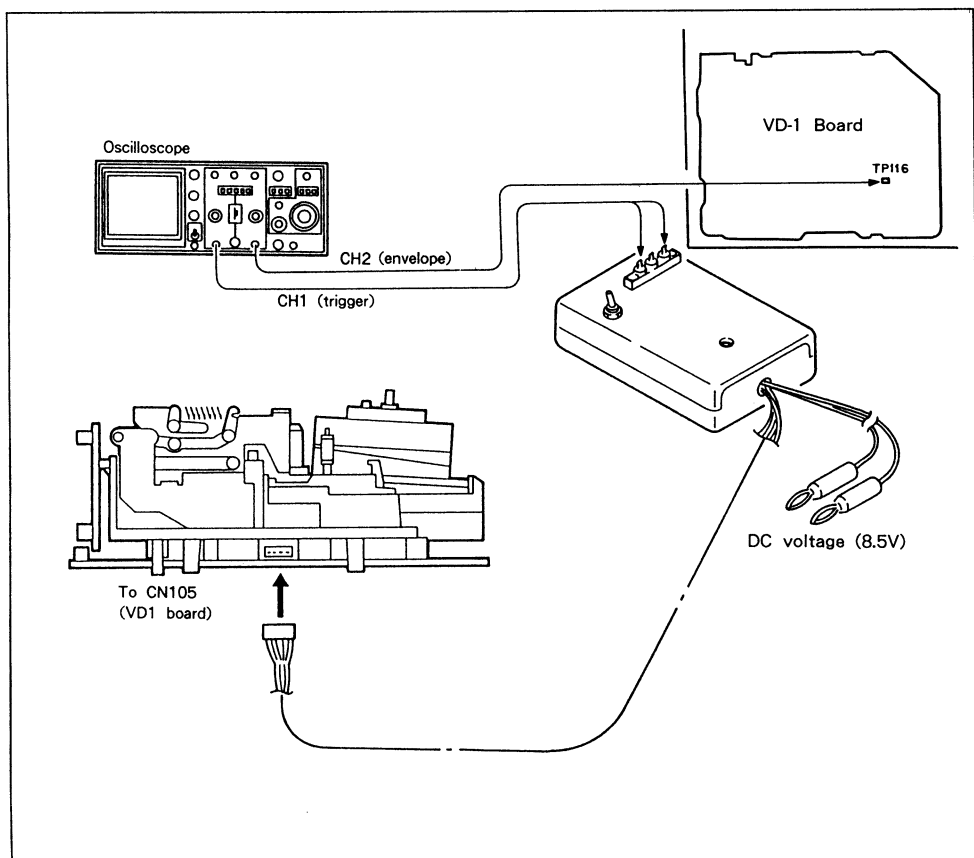

Abb. 2.26
- 2) Schließen Sie den Track-Shift-Monitor (Nr. J-9) an CN105 auf Platine VD1 an (siehe Abb. 2.26).
- 3) Schließen Sie das Oszilloskop wie in Abb. 2.26 an.